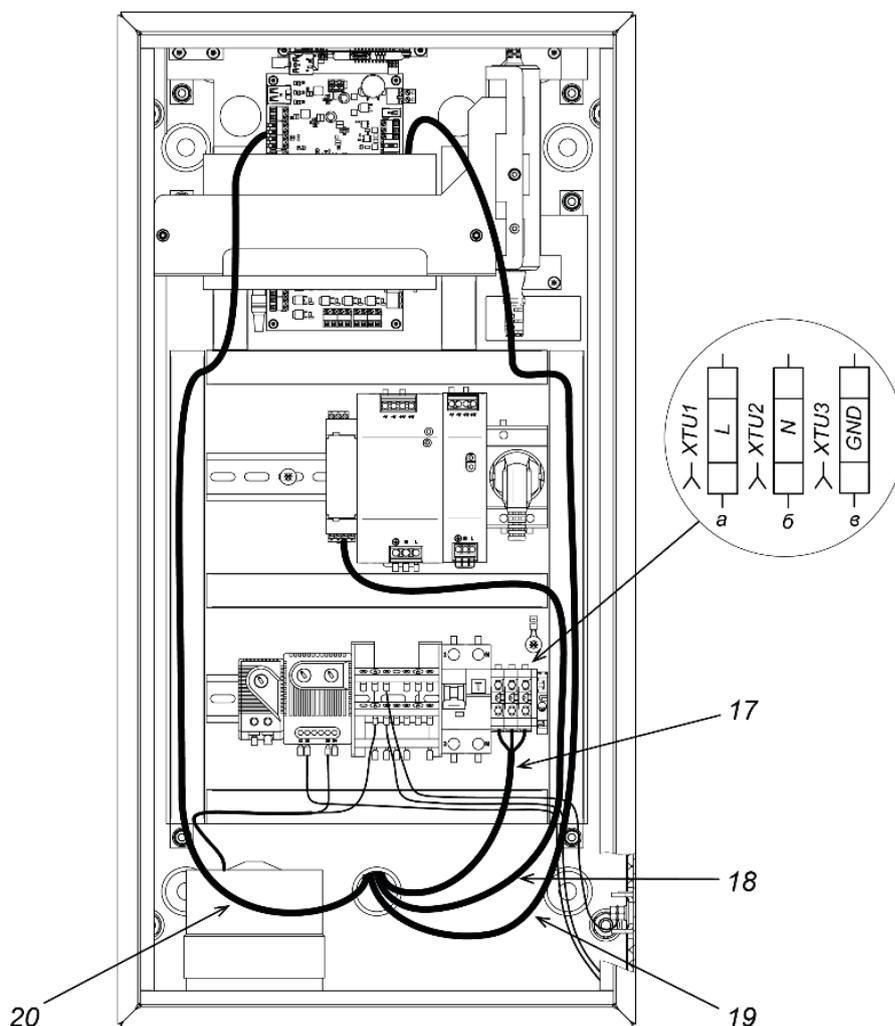
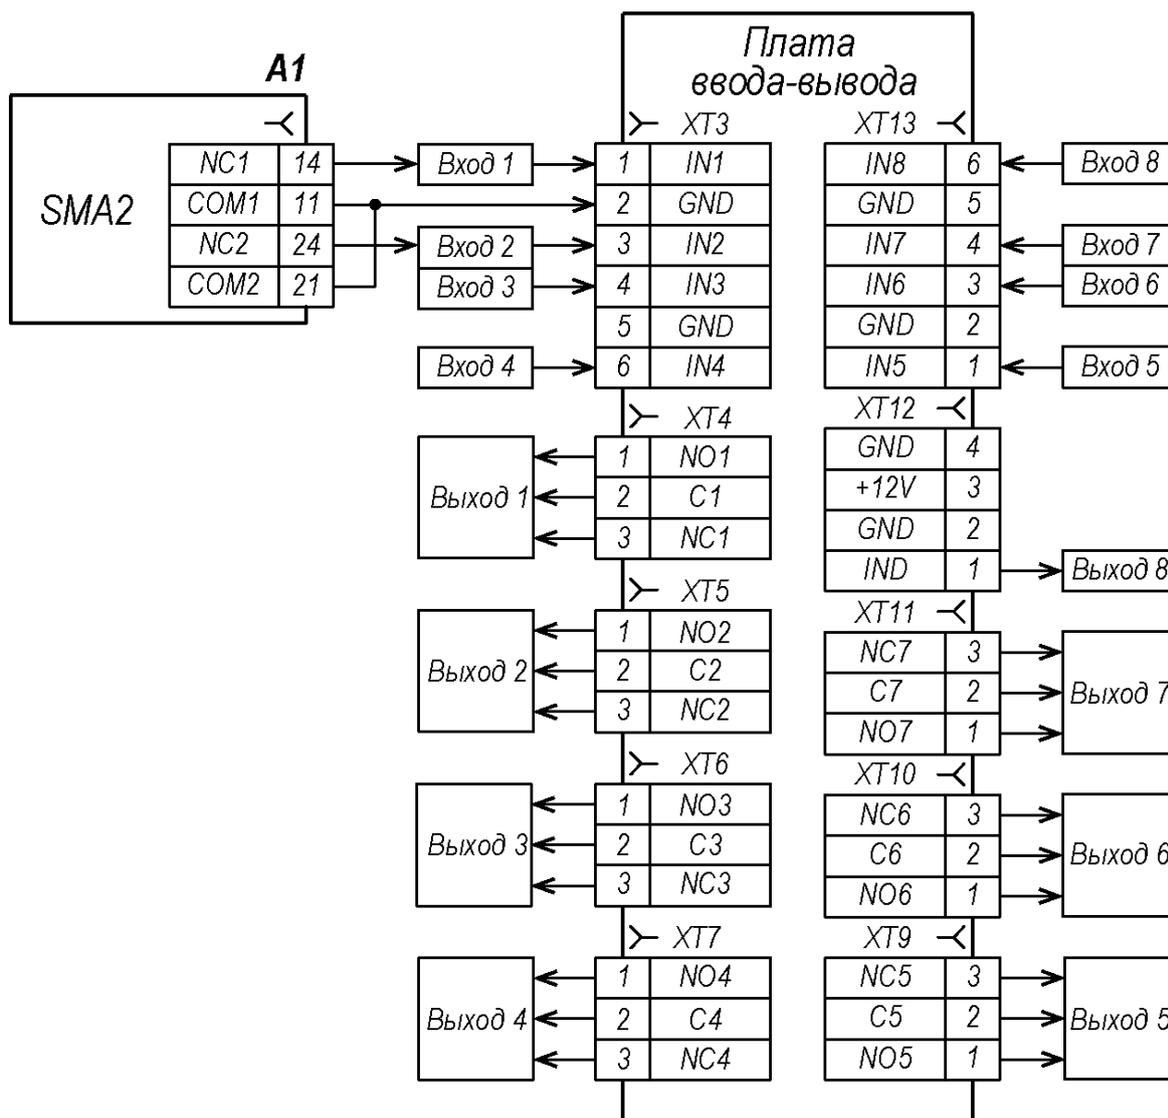

Рисунок 5. Схема прокладки кабелей внутри шкафа
Рисунок 6. Схема подключения входов и выходов
Схема прокладки кабелей внутри шкафа показана на рис. 5.
Содержание монтажных операций дано с учетом рекомендаций, приведенных в разд. 8.1. Оборудование и инструменты, необходимые при монтаже, перечислены в разд. 8.2. Номера позиций указаны в соответствии с рис. 1 и 2. Расположение клеммных колодок на плате ввода-вывода (5) показано на рис. 3, назначение контактов клеммных колодок указано в табл. 1. Схема подключения приведена на рис. 6. Используемые при подключении типы кабелей указаны в табл. 2.
3. Откройте дверцу шкафа (3), для этого откройте замок дверцы ключом, входящим в комплект поставки.
8. Протяните кабели внутри шкафа. Рекомендуемое расположение кабелей при прокладке внутри шкафа показано на рис. 5. Кабели рекомендуется проводить через перфорированные коробки. Для удобства прокладки снимите верхние крышки коробов. По завершении прокладки установите крышки коробов на место.
9. Подключите кабель питания к зажиму наборному (15) согласно схеме на рис. 5:
10. Подключите кабели от индукционных петель (18) к датчику (7) в соответствии со схемой на его корпусе (см. Приложение к Руководству).
11. Подключите кабели от других устройств к соответствующим клеммным колодкам платы ввода-вывода (5) согласно схеме на рис. 6. Схемы подключения дополнительного оборудования приведены в разд. 8.7.
12. Подключите кабель *Ethernet* (19) ко второму разьему коммутатора (6). Остальные разьемы №№ 3-10 предназначены для подключения дополнительного оборудования (например, видеокamer), в т.ч. с поддержкой стандарта PoE (IEEE 802.3af/at).
13. Термостат вентиляции и обогрева (10) отрегулирован на производстве для работы в заявленном температурном диапазоне (см. разд. 2) и не нуждается в дополнительной настройке. В случае необходимости дополнительной регулировки с помощью синего (правого) терморегулятора устанавливается максимальная температура, при достижении которой будет включаться вентилятор (12) для охлаждения шкафа, а с помощью красного (левого) терморегулятора – минимальная температура, при достижении которой будет включаться обогрев (13) шкафа. При этом минимальную температуру включения обогрева нельзя устанавливать ниже 7°C, иначе оборудование контроллера может не включиться из-за работы системы предотвращения холодного пуска.